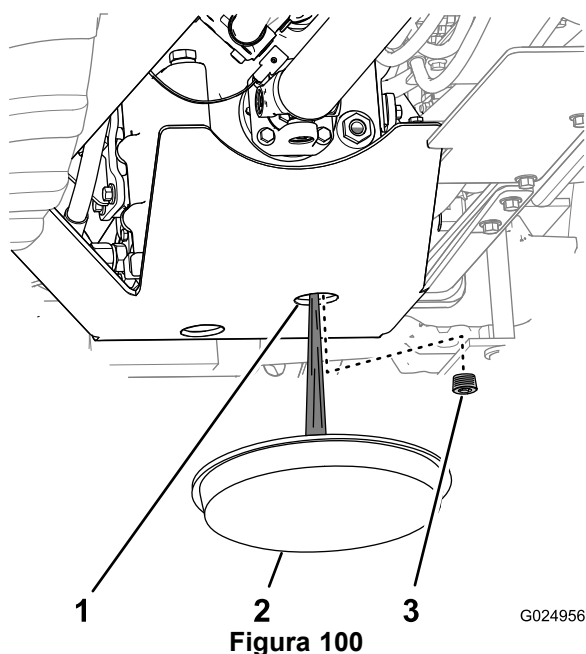

Figura 100
- Coloque un recipiente de vaciado debajo del orificio delantero del protector de la transmisión (Figura 100).
- A través del protector de la transmisión, limpie la zona alrededor del tapón de vaciado de la transmisión (Figura 100).